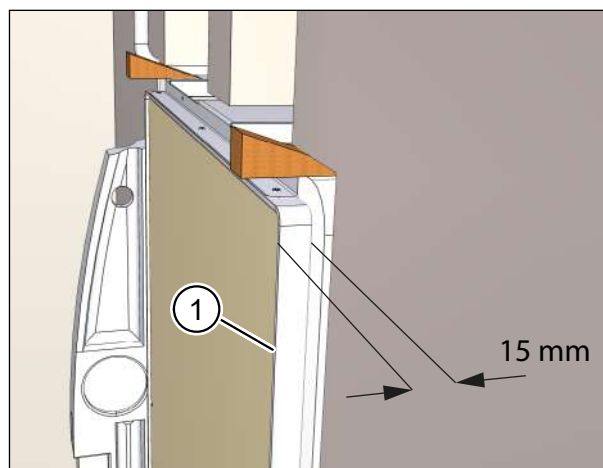

Fig. 25: Profondità della cornice intonaco 15 mm
La profondità della cornice intonaco è di 15 mm (vedere la Fig. 25).
- ▶ Se la parete interna non è perpendicolare o piana, allineare la superficie frontale della cornice intonaco (pos. 1 nella Fig. 25) parallelamente a una guida intonaco ad andamento verticale.